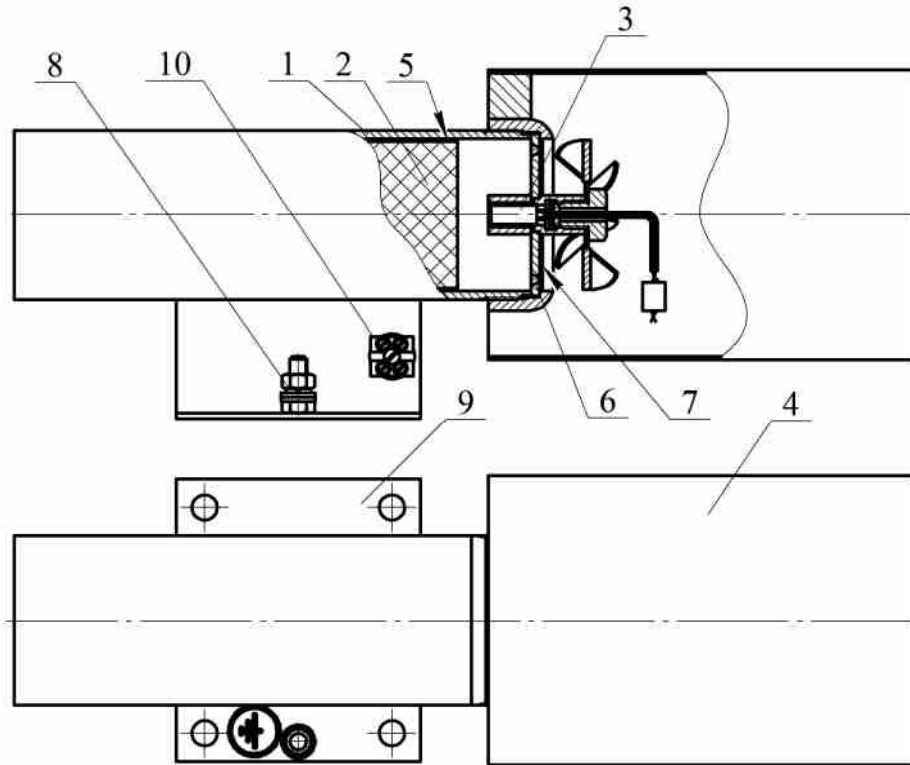
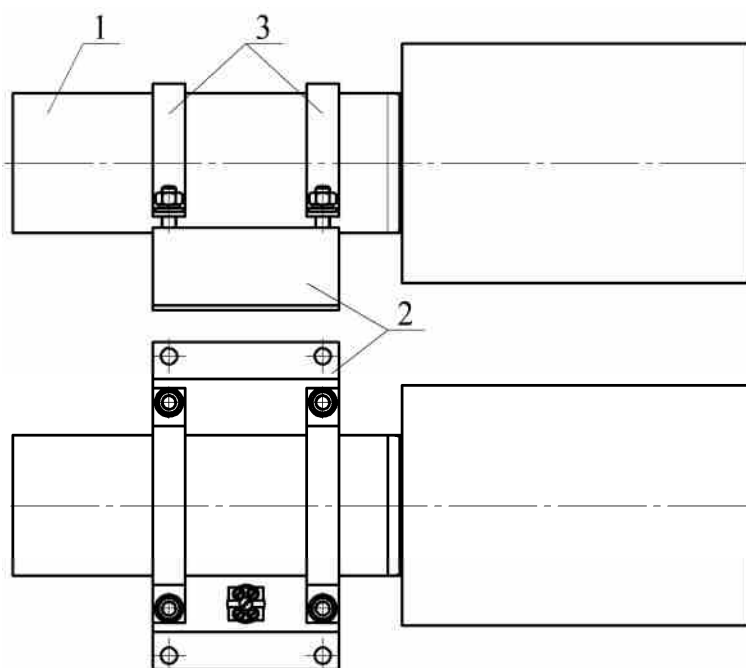

Рисунок 1
Рисунок 2
4.1.1 ГОА (см. рисунок 1) состоит из корпуса **1**, в котором размещены аэрозолеобразующий заряд **2** с элементом электропусковым **3**, и эжектора **4**. Аэрозолеобразующий заряд **2** отделен от корпуса **1** теплозащитным покрытием **5**. В диске **6** выполнены сопловые отверстия, предназначенные для выхода огнетушащего аэрозоля вовнутрь эжектора **4**. Сопловые отверстия заглушены самоклеющейся пленкой ПВХ **7**. Генератор имеет заземляющий зажим **8**. Со стороны боковой ча-
4.2.1 ГОА 1 (см. рисунок 2) конструктивно практически не отличается от генератора по рисунку 1 за исключением кронштейна для его крепления к несущей поверхности. Данный ГОА вместо опоры 9, показанной на рисунке 1, снабжен кронштейном 2, к которому при помощи 2-х хомутов 3 поджат корпус генератора. Заземляющий зажим отсутствует. Для компенсации воздействия вибрации на корпус и эжектор генератора контактные с ГОА поверхности кронштейна 2 и хомутов 3 оснащены резиновыми прокладками.
4.4.1 После подачи электрического импульса на выводы элемента электропускового 3 (см. рисунок 1) инициируется аэрозолеобразующий заряд 2. Огнетушащий аэрозоль через сопловые отверстия диска 6 и эжектор 4 поступает в зону горения, в которой благодаря очень малому размеру частиц длительное время
6.2 Закрепить генератор через опору **9** (см. рисунок 1) или кронштейн **2** (см. рисунок 2) на стене, потолке, полу или иной несущей плоскости, расположенной под любым углом относительно поверхности пола. Координаты отверстий для крепления ГОА, предназначенного для эксплуатации на стационарных объектах, показаны на рисунке 3, для крепления ГОА, предназначенного для эксплуатации на транспортных средствах – на рисунке 4.
6.3 ГОА, предназначенный для эксплуатации на транспортных средствах, установить в кронштейне **2** (см. рисунок 2) и закрепить хомутами **3** при помощи соединений болт – гайка. Ориентация ГОА в защищаемом объеме может быть любой.